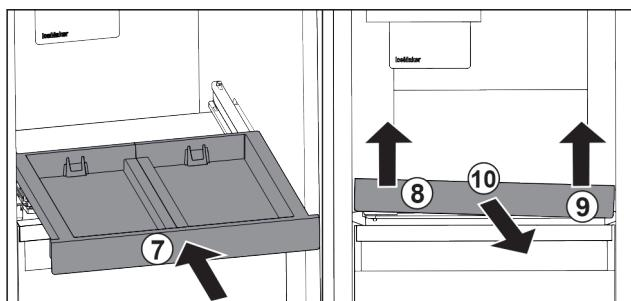

Fig. 27
- Вставити витяжну панель. Fig. 27 (7)
- Підняти витяжну панель спереду ліворуч. Fig. 27 (8)
- Підняти витяжну панель спереду праворуч. Fig. 27 (9)
- Витяжну панель витягнути вперед. Fig. 27 (10)